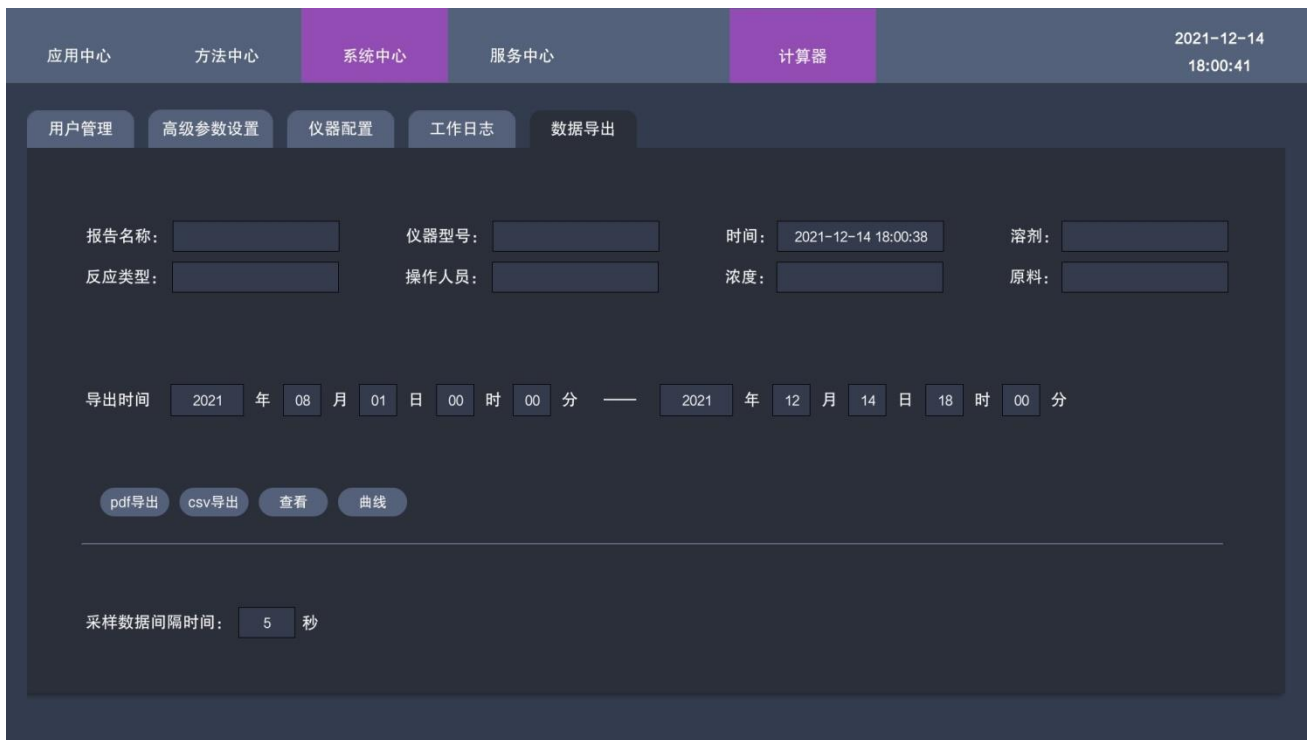

图5-7 数据导出界面
5. 在图5-7数据导出界面下，按【查看】或【曲线】键，则显示数据查看界面及数据曲线界面，如图5-8、5-9所示。